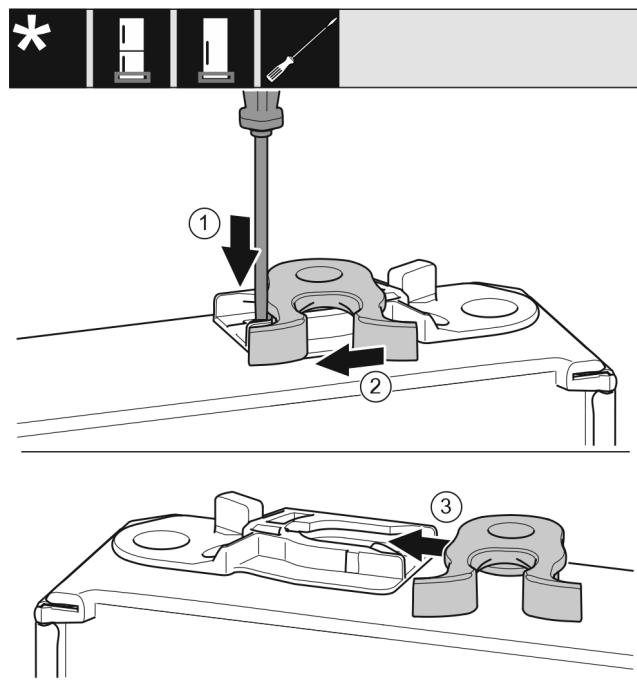

Fig. 18
- За допомогою шліцової викрутки притисніть униз накладку. Fig. 18 (1)
- Витягніть із напрямної запірний гачок. Fig. 18 (2)
- Вставте запірний гачок у напрямну з іншого боку. Fig. 18 (3)